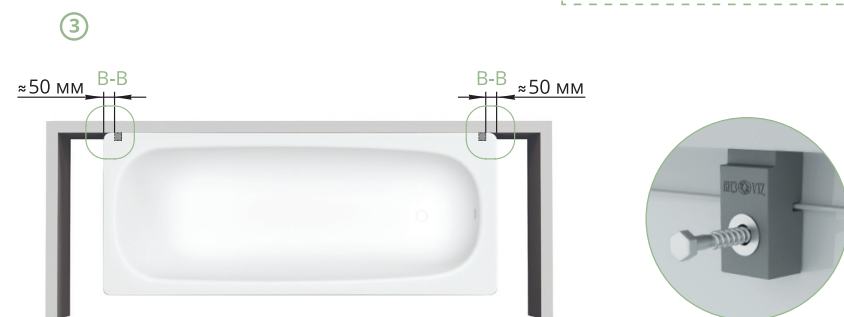

РИСУНОК 7
13. С целью обеспечения электробезопасности ванну необходимо заземлить: соединить корпус ванны (транспортировочная скоба или болт М6 в скобе крепления ванны, см. рис. 7) с металлической водопроводной трубой с помощью уравнивателя электрических потенциалов. Для выбора подходящего уравнивателя электрических потенциалов обратитесь в местный специализированный магазин.